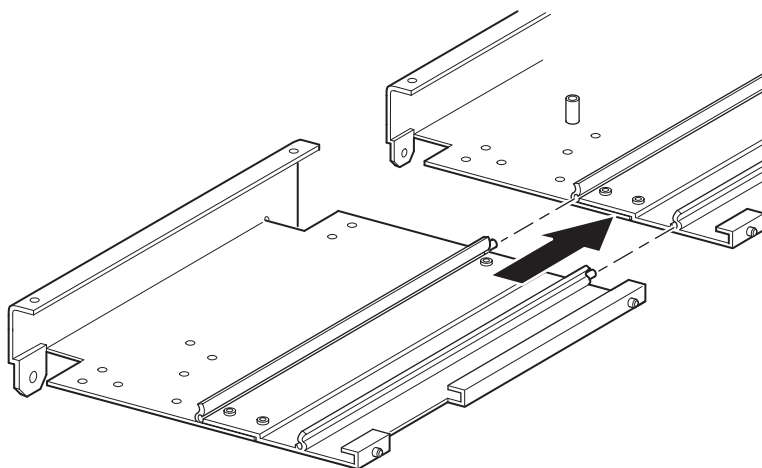

Figura 2-17: Montaggio di un'estensione da 5U o 10U
9. Montare un'estensione da 5U o 10U nel modo seguente (vedere la Figura 2-17).